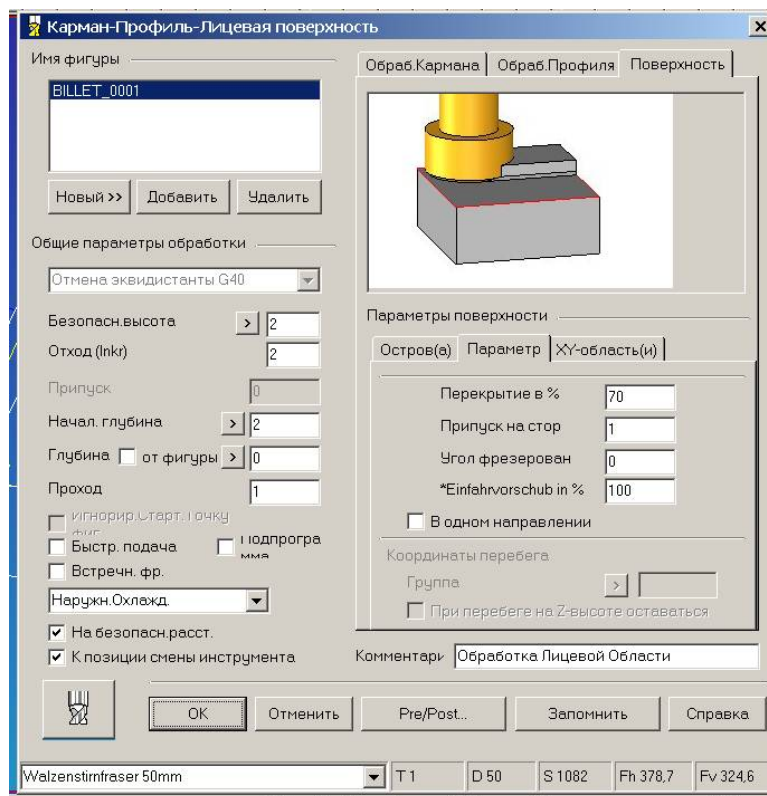

Рисунок 2.25 – Окно параметров операции 1 «Фрезерование лицевой поверхности»
- точка быстрого подвода инструмента – X-133Y75 (выбираем торцовую фрезу диаметром 50мм, центр фрезы будет находиться слева от края заготовки – X-103, Y75 – на 30 мм - см. рис. 2.25);